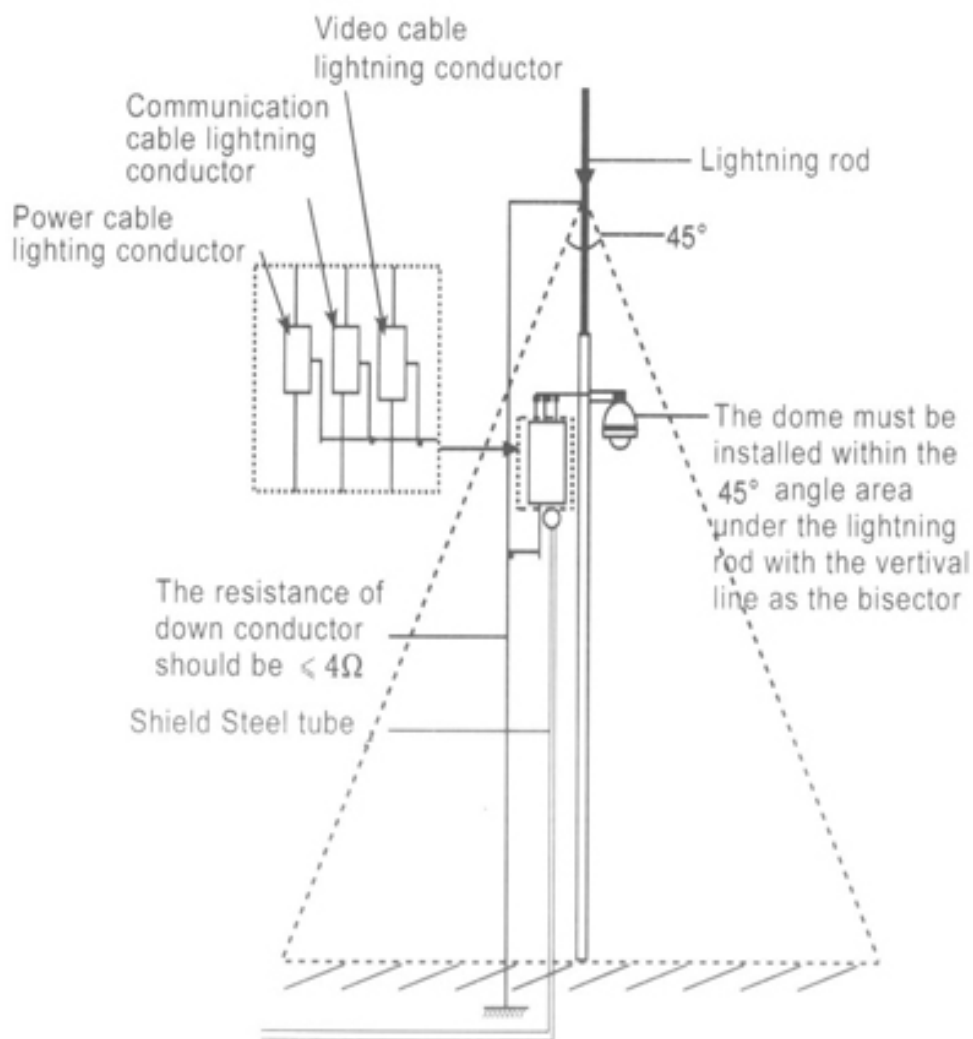

Figure 36
- Система должна быть заземлена с равными потенциалами. Заземление должно удовлетворять требованиям по безопасности и быть защищенным от короткого замыкания с сетью высоковольтного электричества. Если система заземлена отдельно, сопротивление на конце проводника должно быть не больше 4 Ом, а площадь поперечного сечения на конце проводника должна быть не более 25 мм² (рис. 36).